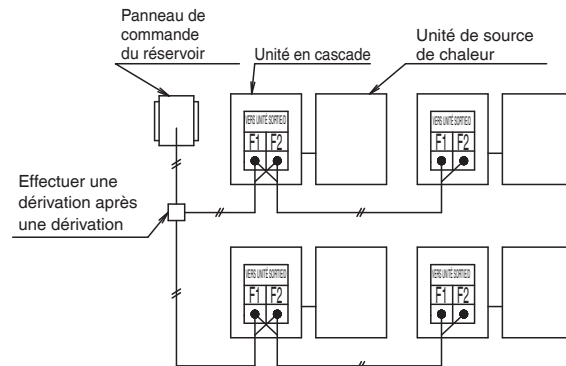

Fig. 20
- Il n'est pas possible de faire des dérivations à répétition. (voir la Fig. 20)